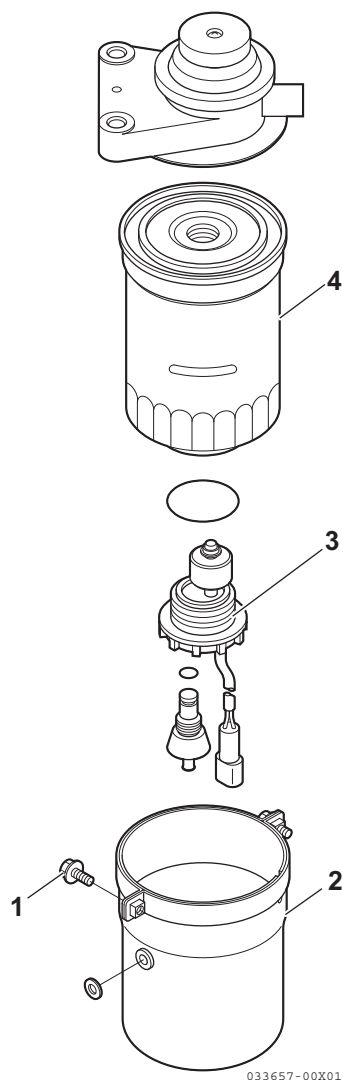
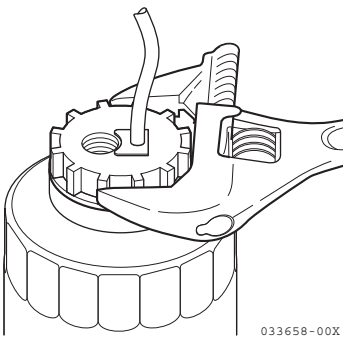

Figura 10
Figura 11
2. Retire los dos tornillos de montaje (Figura 10, (1)) y la carcasa (Figura 10, (2)).
5. Desmonte el interruptor de alarma (Figura 10, (3)) y (Figura 11) con ayuda de una llave.
6. Retire el elemento del filtro (Figura 10, (4)) con una llave de filtros.